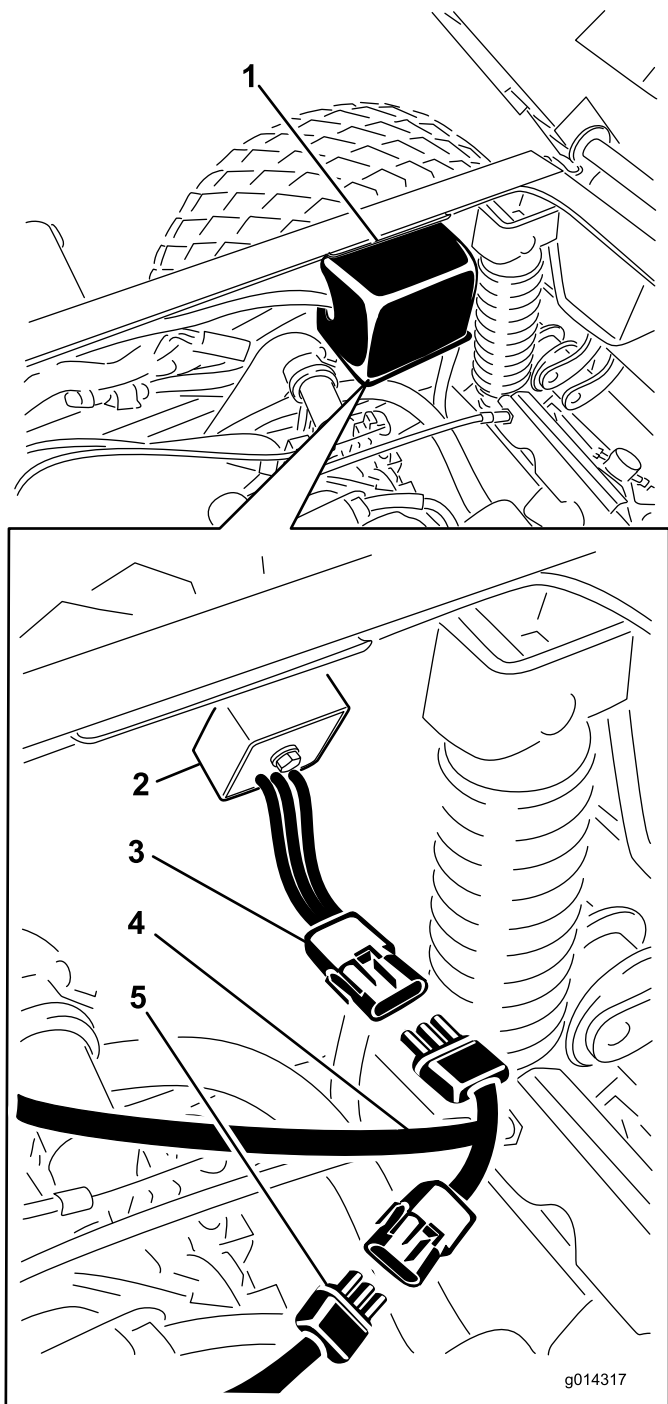

Bild 4
2. Entfernen Sie die elektrische Abdeckung an der rechten Seite des Rahmens, um den Regler und die Kabel zugänglich zu machen (**Bild 4**).
3. Schließen Sie den Regler vom Fahrzeugkabelbaum ab und schließen ihn am hinteren Kabelbaum für den Elektro-Sofortstart an (**Bild 4**).
4. Schließen Sie den hinteren Kabelbaum für den Elektro-Sofortstart am Fahrzeugkabelbaum an (**Bild 4**).